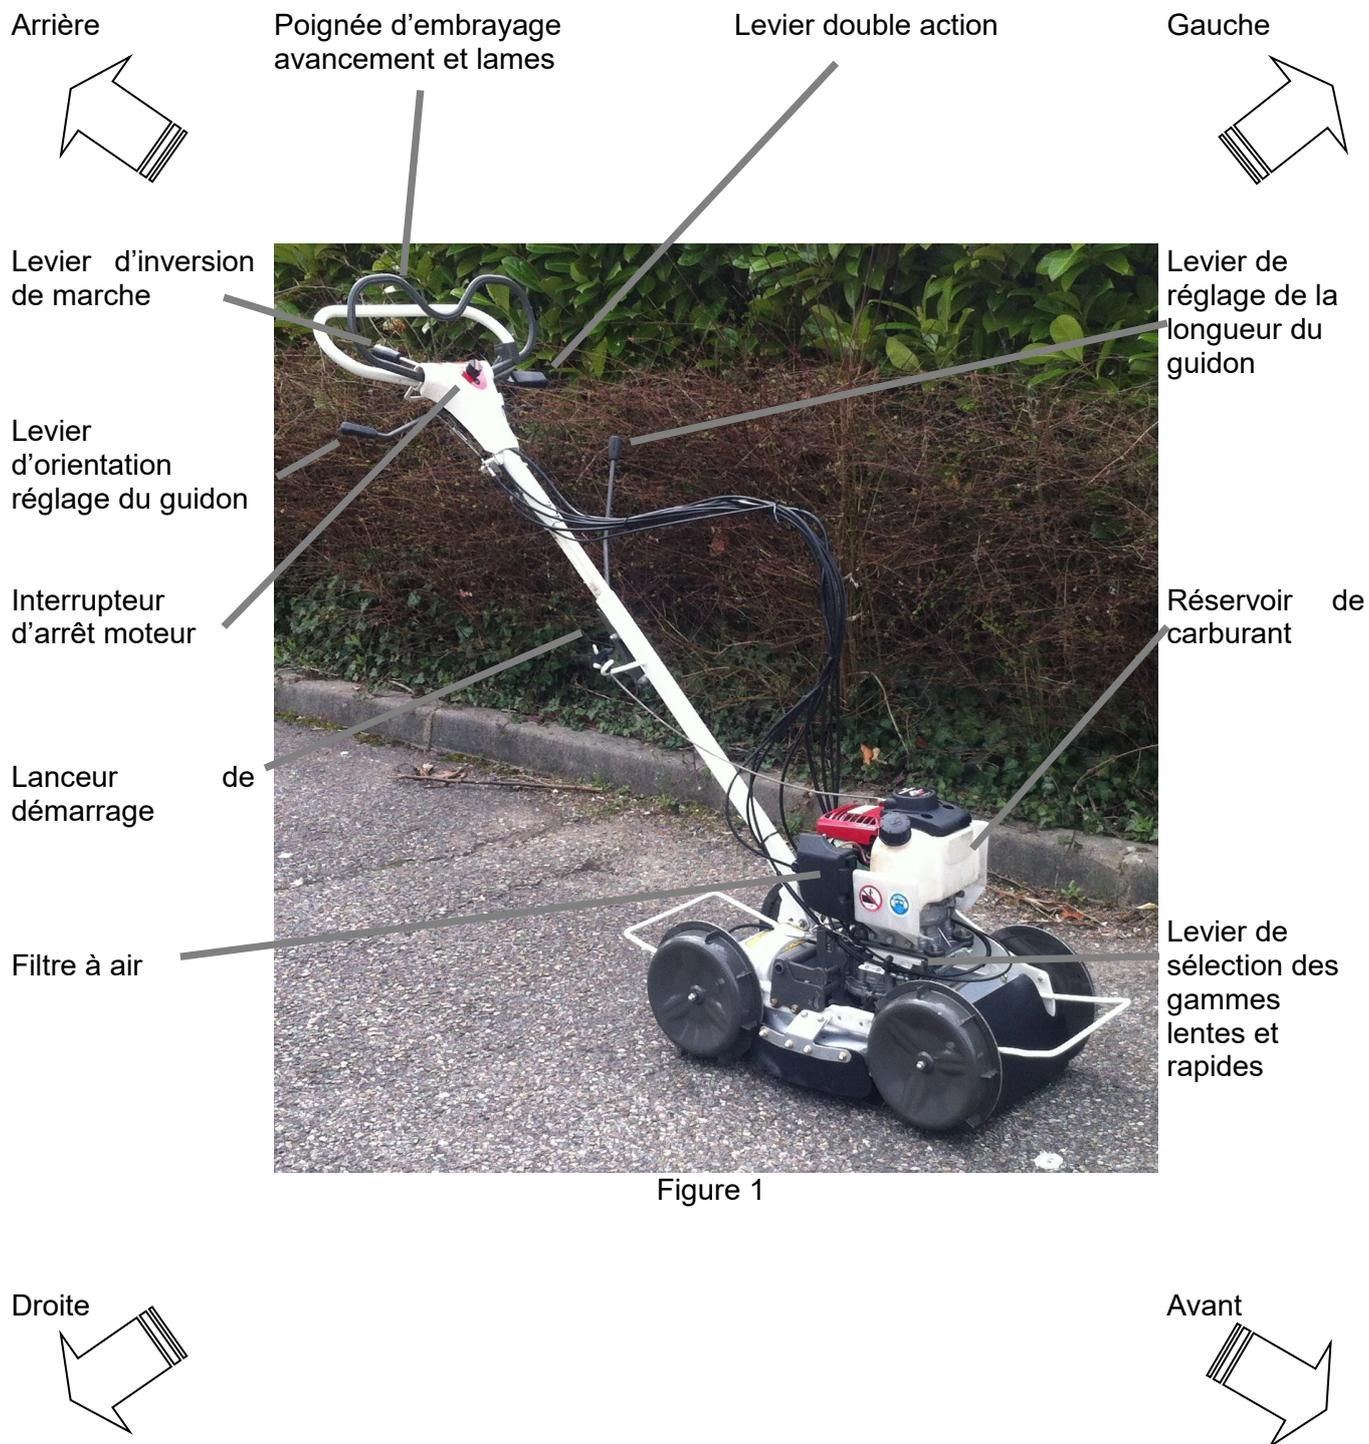
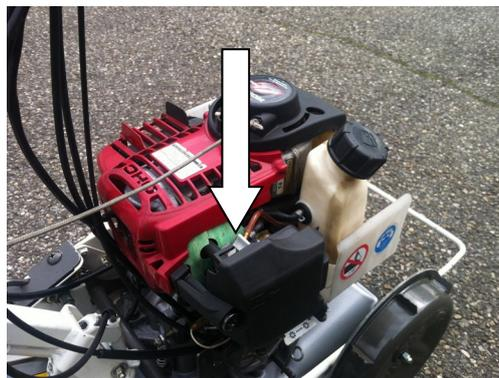
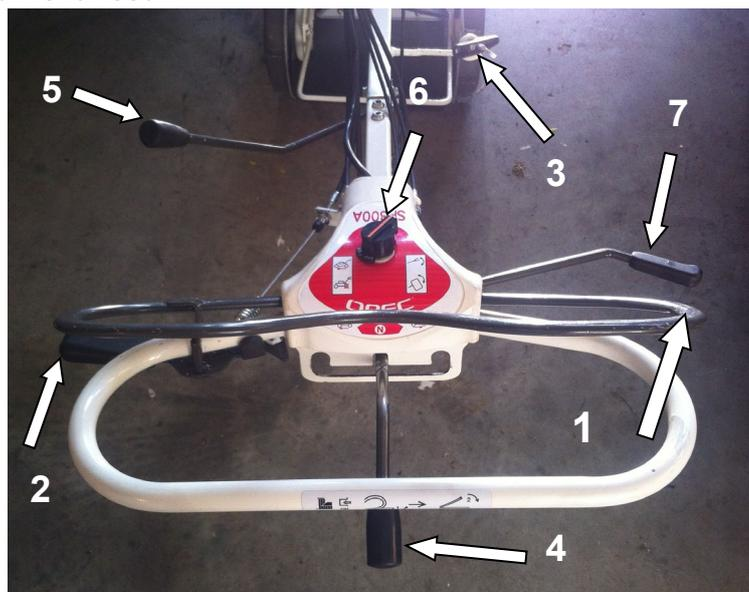

Figure 1
Figure 2
Figure 3
Pour démarrer la faucheuse/broyeuse, mettez le commutateur « on/off » sur la position « on » (Figure 3, repère 6), puis mettez le starter vers l'arrière (Figure 2), puis tirez sur le lanceur (3, figure 3) jusqu'à ce que la machine démarre. Enlevez le starter lorsque la machine a démarré. N'utilisez pas le starter lorsque le moteur est chaud.
Tirez sur la poignée (Figure 3, repère 2) puis appuyez sur la poignée (repère 1) pour faire avancer la machine en faisant tourner les lames. Dès que vous relâchez la poignée repère 1, la poignée repère 2 revient seule vers l'avant, machine s'arrête et les lames cessent de tourner.
Il permet de sélectionner la marche avant, la marche arrière ou le point mort (Figure 3 repère 4). La position (N) correspond au point mort.
Le levier s'inverseur de marche commande également le frein. Placez le levier sur avant sur arrière. Lorsque le moteur est arrêté ; la machine est immobilisée. Lorsque le moteur est en route, le frein agit dès que vous relâchez la poignée (Figure 3, repère 1).
Pour démarrer la faucheuse/broyeuse, mettez le commutateur « on/off » sur la position « on » (Figure 3, repère 6), puis mettez le starter vers l'arrière (Figure 2), puis tirez sur le lanceur (Figure 1). Tirez la corde du lanceur (3, figure 3) jusqu'à ce que la machine démarre. Enlevez le starter lorsque la machine a démarré. N'utilisez pas le starter lorsque le moteur est chaud.